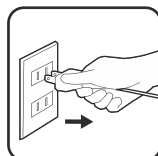

图16
- 1) 清洁时请先关闭电源开关并拔除电源插头，再清洁吸尘器。（如图16）